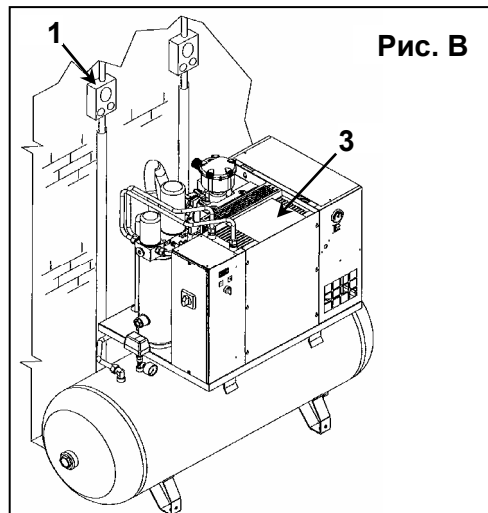

РИС. 24
- Запустите компрессор, повернув селектор в положение "I", поз. 2, Рис. 24, а через 1 секунду остановите его, повернув разъединитель в положение "OFF", поз. 2а, Рис. 24.